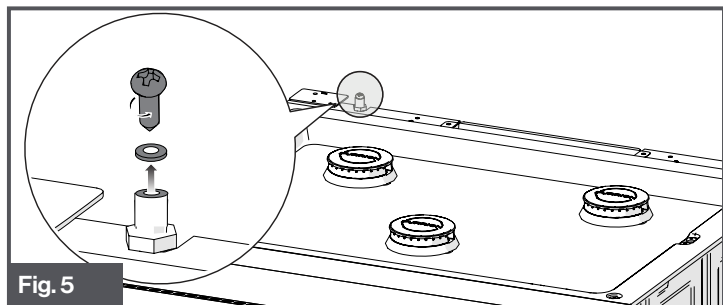

Fig. 5
4. Retirez la vis avec le joint d'étanchéité de l'orifice de test de pression de la cuisinière. (Fig. 5)